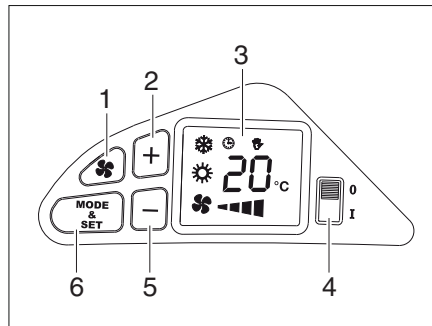

Fig. 123 Panneau de commande
- Enclencher la climatisation avec l'interrupteur (Fig. 123,4). A l'enclenchement, le système attend toujours 2 minutes avant d'enclencher le compresseur et de se mettre en service.
- Sélectionner le mode de fonctionnement désiré avec la touche (Fig. 123,6). Les symboles à l'écran (Fig. 123,3) indiquent le mode de fonctionnement sélectionné:
- En appuyant simultanément sur la touche (Fig. 123,1) et une des touches (Fig. 123,2) ou (Fig. 123,5), on règle la vitesse de ventilation en mode manuel.
- En appuyant sur les touches (Fig. 123,2) ou (Fig. 123,5), on règle la température
- Mettre la climatisation hors service avec l'interrupteur (Fig. 123,4).